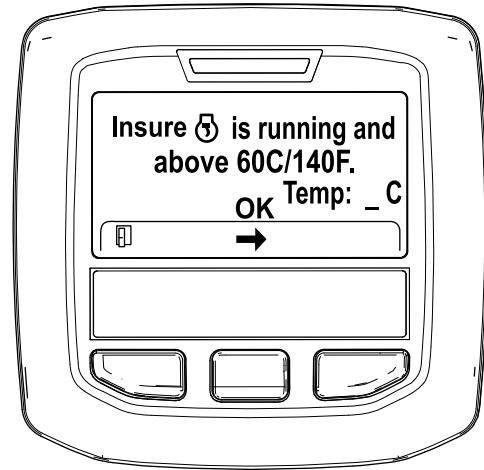

Рисунок 46
5. Если температура охлаждающей жидкости ниже 60 °C (140 °F), появится сообщение "Insure is running and above 60C/140F" («Убедитесь в том, что двигатель работает и температура выше 60 °C / 140 °F»). (Рисунок 46).